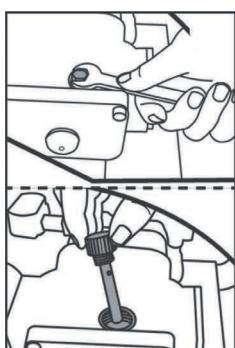

Рис. 10
8. Проверьте уровень масла в помпе (рис. 10). Для этого открутите пробку с щупом и, ориентируясь по меткам на щупе, определите уровень масла. При необходимости, долейте масло до необходимого уровня (См. пункт 8 «Замена масла в помпе»)